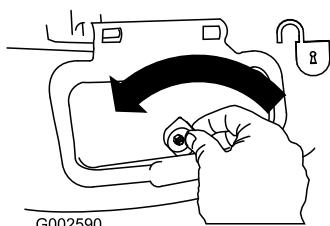

Bild 32
- Entriegeln Sie die Seitenauswurfklappe (Bild 32).